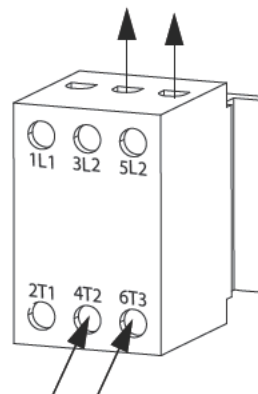

図 9: スイッチターミナルブロックの取り外し
- 接地線をジャンクションボックス (K) 内部の接地スタッドに取り付けます。
- 図 9を参照し、電源コード接続元の配線を切断スイッチのターミナルブロックのターミナル 4T2 およびターミナル 6T3 に接続します。